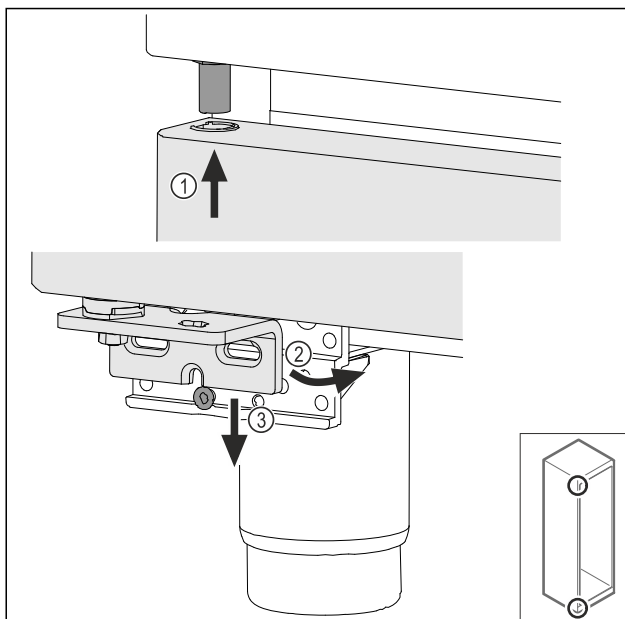

Fig. 39
- ▶ Før døren oppe inn lett vippet Fig. 39 (1), rett ut døren Fig. 39 (2) og sett den på lagerbukkskruen Fig. 39 (3) nede.